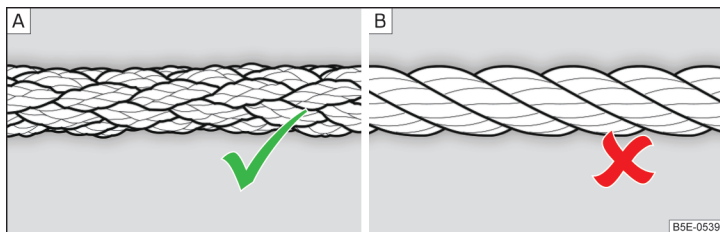

Рис. 189 Плетений буксирувальний трос/витий буксирувальний трос
Для буксирування використовуйте плетений буксирувальний трос із синтетичного волокна » Рис. 189 – А » І.
- Для буксирування не використовується витий буксирувальний трос » Рис. 189 – Б, буксирувальна дужка на автомобілі може викрутитись, що може призвести до аварії.